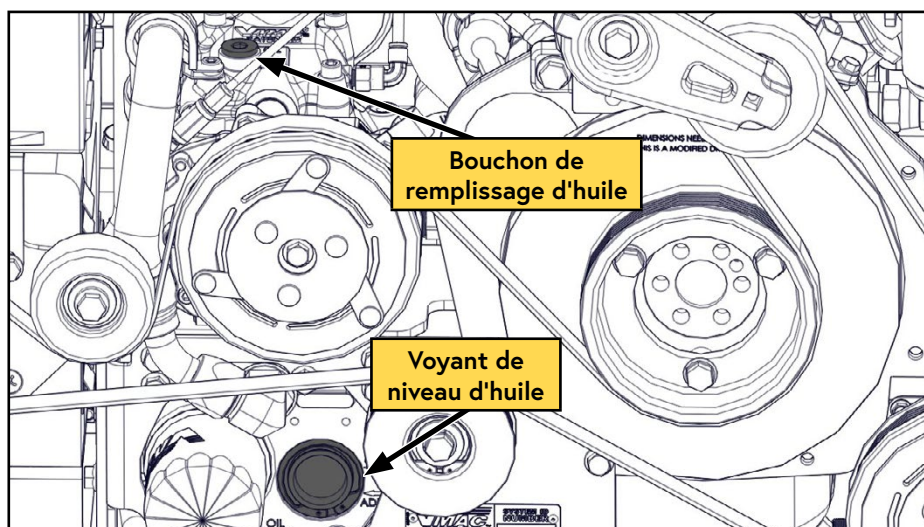

Figure 34 — Remplir d'huile
- ☐ Retirez le bouchon de remplissage d'huile (Figure 34).